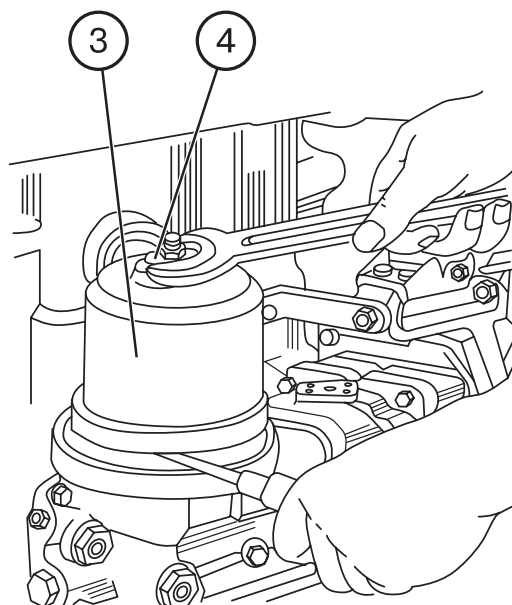

Рис.38
- б) между корпусом фильтра и дном ротора вставьте отвертку (стержень небольшого диаметра) и застопорите ротор от проворачивания (см. рис. 38). Ключом $S=36$ мм, вращая гайку 4 крепления стакана ротора, стяните стакан 3 с корпуса ротора;